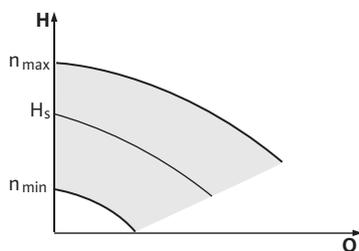

Fig. 12: Tryb regulacji ręcznej
Prędkość obrotowa pompy może być utrzymywana na stałym poziomie między n_{\min} a n_{\max} . (Fig. 12). Tryb pracy „Nastawnik” dezaktywuje wszystkie pozostałe tryby regulacji.
- Pompa Master to w kierunku przepływu pompa znajdująca się po lewej stronie. Do tej pompy należy podłączyć czujnik różnicy ciśnień. Punkty pomiaru czujnika różnicy ciśnień pompy Master muszą znajdować się w rurze systemu zbiorczego po stronie ssawnej i tłocznej instalacji z dwiema pompami (Fig. 12).